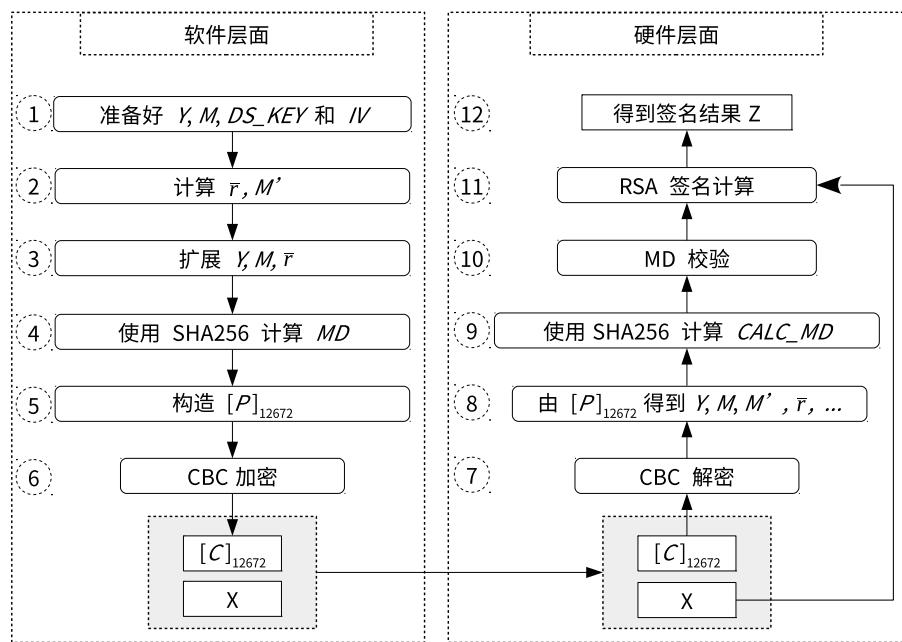

图 22-1. 软件准备工作与硬件工作流程
如果用户想使用 DS 模块进行数字签名, 软件和硬件必须紧密配合才可以顺利完成, 并且软件需要做一系列准备工作, 如图 22-1 所示。图中左半边给出了在硬件开始 RSA 签名计算之前, 软件需要做哪些准备工作。图中右半边展示了硬件在整个签名计算的过程中具体会做些什么。
- 对于多次签名计算, 软件准备工作 (图 22-1 左侧) 只需要进行一次, 但对于每一次签名计算, 硬件运算 (图 22-1 右侧) 都需要重新进行。
用户需要依照图 22-1 指定的步骤来计算 C 。详细的过程描述如下:
1. 解析阶段, 即图 22-1 中的步骤 7 和步骤 8
解析过程是图 22-1 中步骤 6 的逆过程。DS 模块将调用 AES 硬件加速器以 CBC 块模式对输入的密文信息 C 进行解密, 获取明文信息。该过程可以表示为 $P = \text{AES-CBC-DEC}(C, DS_KEY, IV)$, 其中 IV 就是 $[IV]_{128}$, 由用户直接指定; $[DS_KEY]_{256}$ 由硬件 HMAC 提供, 由存储在 eFuse 中的 $HMAC_KEY$ 得到, 软件无法获取。
2. 校验阶段, 即图 22-1 中的步骤 9 和步骤 10
DS 模块会执行两种校验操作: MD 校验和填充 (padding) 校验。由于填充校验和 MD 校验同步进行, 因此填充校验不在图 22-1 中体现。
3. 计算阶段, 即图 22-1 中的步骤 11 和步骤 12